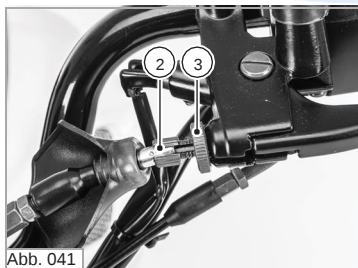

Abb. 041
Das Spiel des Kupplungshebels wird mit dem Hauptregler (1) (siehe Abb. 041) oder dem Seitenregler (2) am Kupplungshebel (siehe Abb. 042) eingestellt.
- Zur Feineinstellung Kontermutter (3) am Kupplungshebel lösen und Einsteller (2) verdrehen (siehe Abb. 041).
- Nach der Einstellung die Kontermutter (3) festziehen.